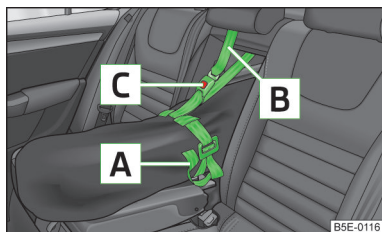

Fig. 75
- Strângeți banda **A** de capătul liber, în jurul schiurilor, în fața legăturilor » fig. 75.
- După încărcarea cu schiuri, sacul de transport trebuie asigurat cu centura de fixare **B** » fig. 75.